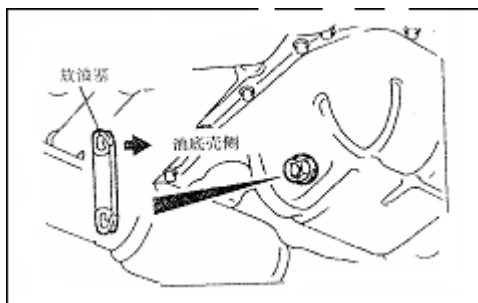

图 6-1
- (1) 检查机油的油量是否在油量表的显示范围内。
- (2) 检查机油是否明显变脏，冷却液或汽油是否混入，检查机油是否有适当的粘度(见图 6-1)。